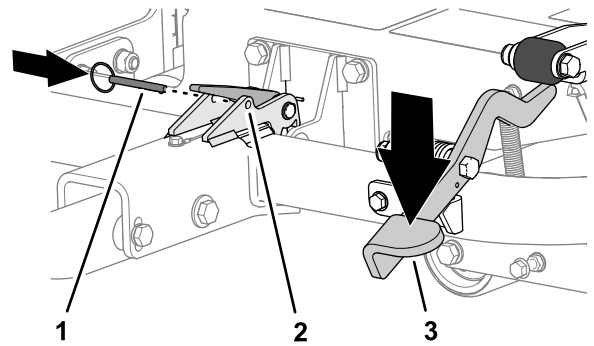

Bild 19
3. Treten Sie auf das Anbauvorrichtungspedal, bis die Anbauvorrichtung einrastet (Bild 19).
4. Stecken Sie den Sicherungsstift durch die Löcher in der Verriegelung (Bild 19).